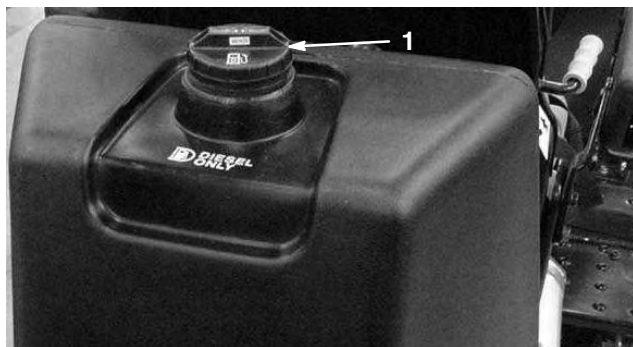

Figure 20
1. Nettoyez la surface autour du bouchon du réservoir de carburant (Fig. 20).